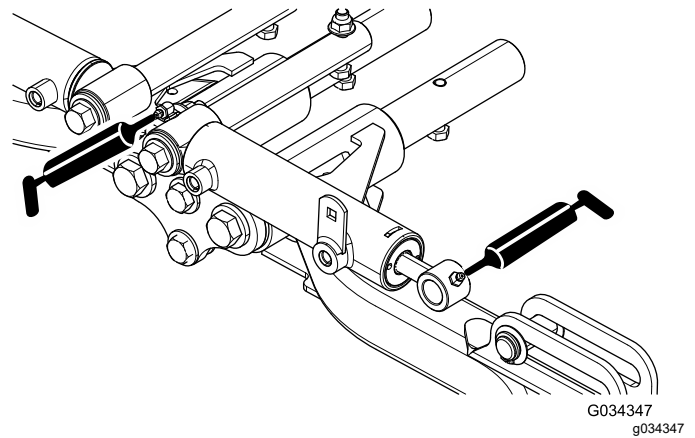

Figura 57
- Perni del braccio di sollevamento anteriore e cilindri di sollevamento (3 cad.); fate riferimento alla Figura 57.